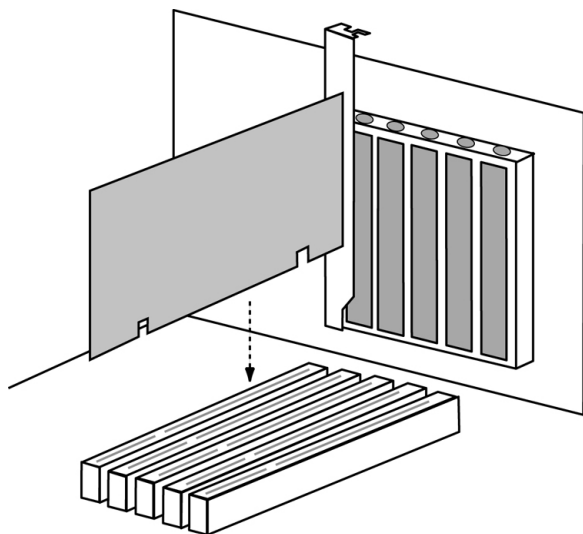

図 1
システムに FastTrak100 TX/LP シリーズ・コントローラ・カードをインストールするのは難しくありません。カードはシステム・マザーボードの空いている 32 ビット PCI スロット (PCI 2.1 または 2.2 準拠であること)、または 64 ビット PCI スロットの 32 ビット部分に装着できます (図 1 を参照)。
3. 図 1 のように、FastTrak100 カードを PCI スロットに装着します。